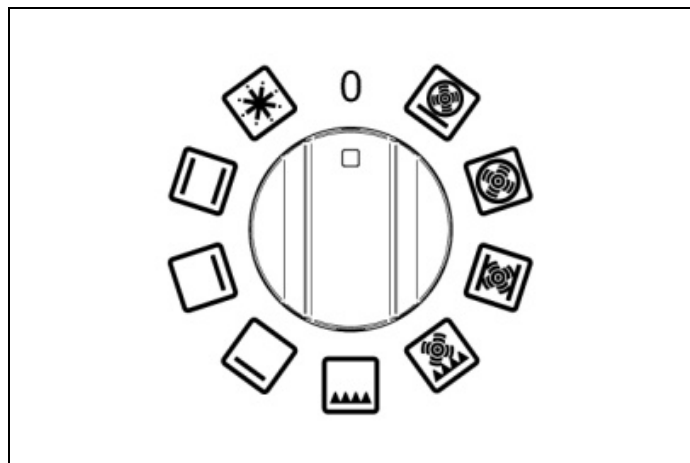
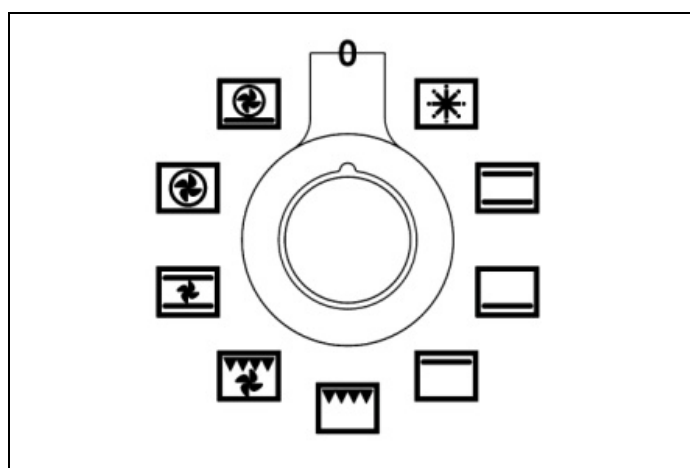
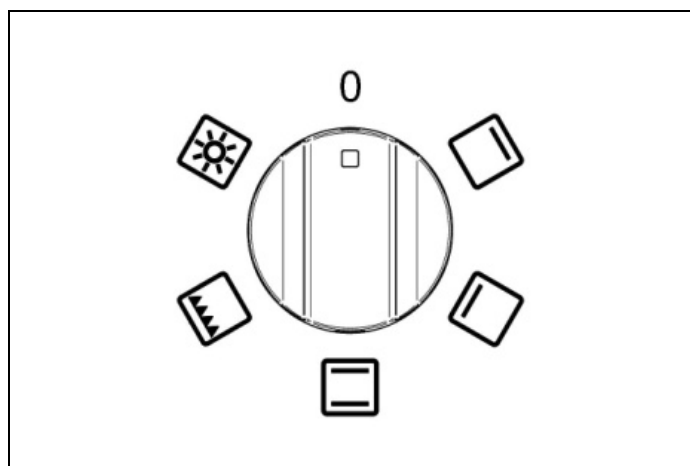
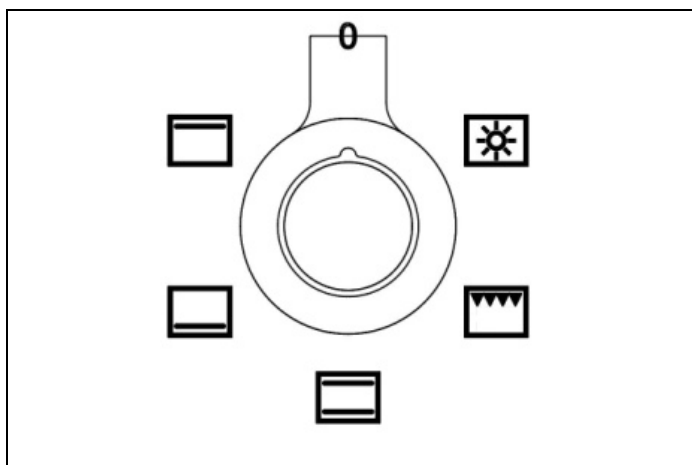

Fig. 19
Fig. 20
Fig. 21
Fig. 22
- 1) Ruotare la manopola funzioni (**Fig. 19 - Fig. 20 e Fig. 21 - Fig. 22**) in senso orario per selezionare la funzione che si desidera utilizzare.